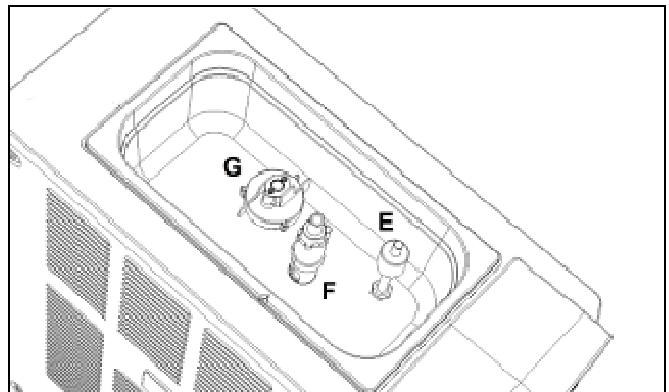

Abb. 21
- Wenn alle Bauteile des Gefrierzylinders wieder eingebaut sind, alle Teile der oberen Wanne in der gleichen Lage wieder einbauen, die sie vor der Desinfizierung hatten (siehe Abb. 21).